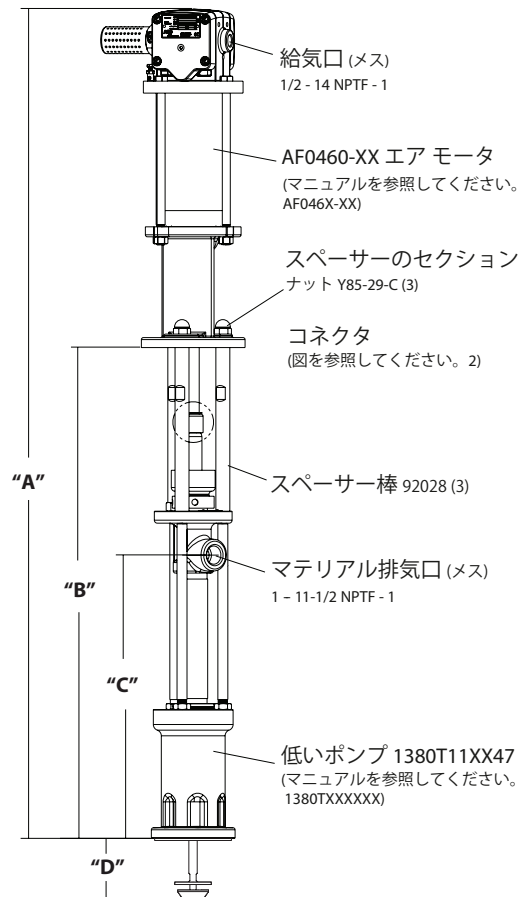

図1
2. 从三个垫片棒删除三个螺母 (Y85-29-C) (见图 1)。
2. 3 つの (Y85-29-C) ナット 3 スペーサー棒から削除します。(図 1 を参照)。